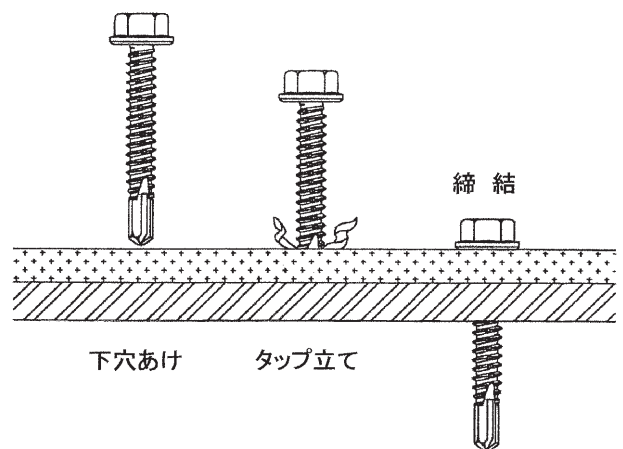

図1. ドリルねじの働き
**JPF** ドリルねじは、下穴を開け、タップを立て締結する工程を一挙に行うねじです（図1）。相手材はC形鋼などの鋼板ですから、ねじの表面は相当硬いものでなければいけません。